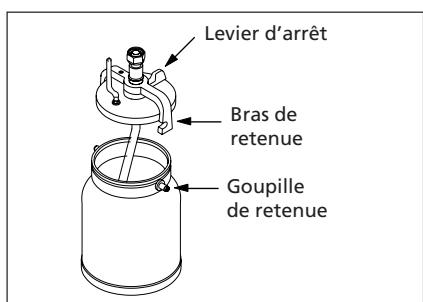

Figure 9 - Serrer le récipient
- Diriger le levier de serrage dans le sens des aiguilles d'une montre dans la position fermée (Voir Fig. 9).